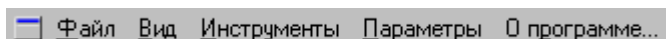
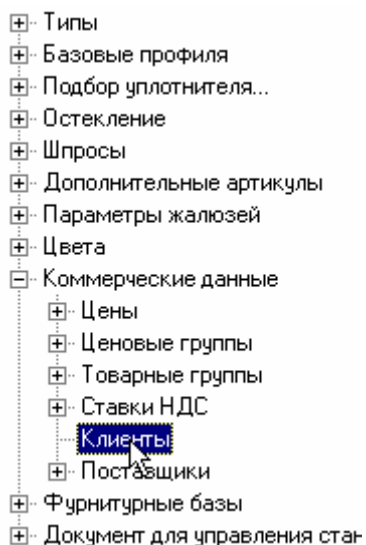

Рисунок 71. Строка главного меню.
Рисунок 1. Открытие раздела «Клиенты».
После запуска программы WHOKNA откроется главное меню (рис.1). Опции строки главного меню представлены на рис.71.
2.1.1. Откройте подраздел «Коммерческие данные» -> «Клиенты» (рис.1).